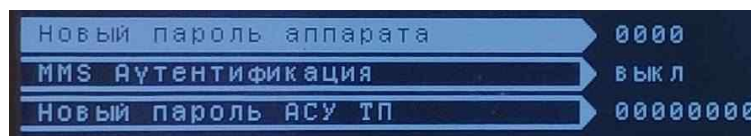

Рисунок 20 – Підрозділ «Зміна пароля»
2.3. «Зміна пароля» - підрозділ призначений для зміни раніше встановленого пароля (див. рисунок 20).